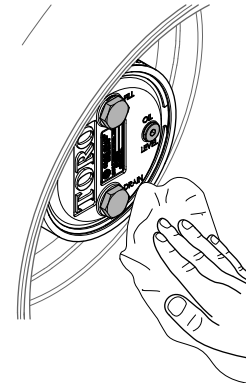

Figura 77
- Limpie los alojamientos del freno y de los engranajes planetarios (Figura 77).